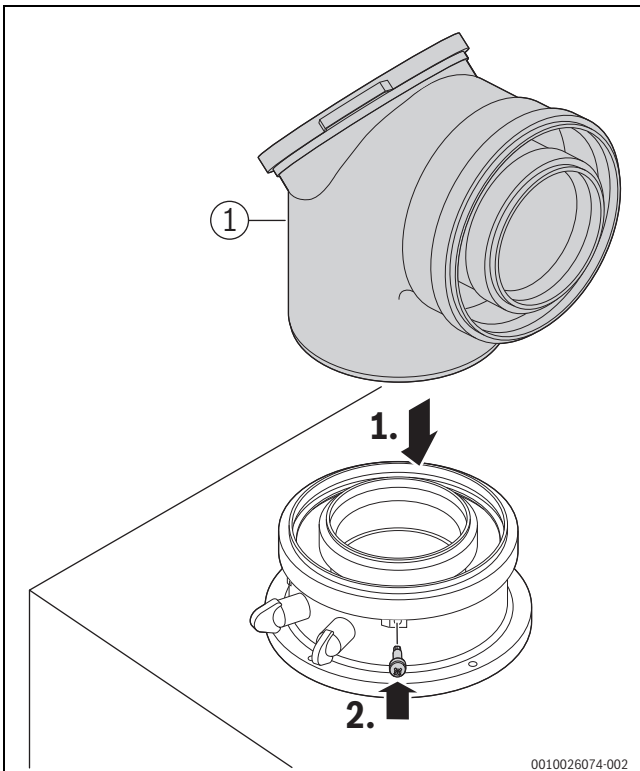

Bild 81 Abgaszubehör einsetzen und mit Schraube sichern
- Abgaszubehör anschließen (→ Bild 81, [1]). Dabei die Installationsanleitung des Abgaszubehörs beachten.